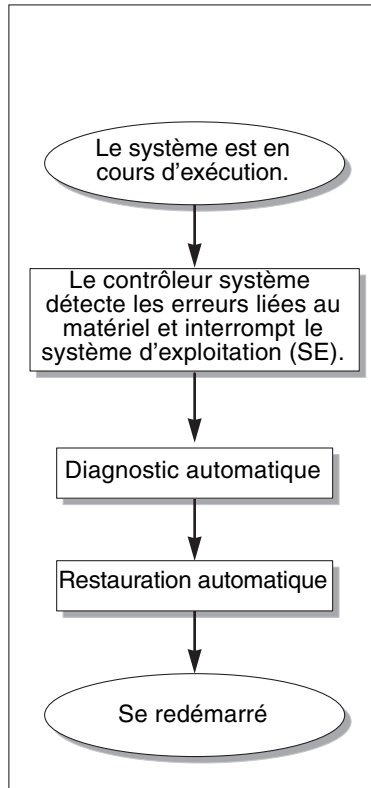

FIGURE 7-1 Procédure de diagnostic et de reprise automatiques
Selon le type des erreurs matérielles et les contrôles de diagnostic fixés, le contrôleur système effectue des étapes de diagnostic et de reprise précises, comme indiqué dans la FIGURE 7-1. Le microprogramme comporte un moteur de *diagnostic automatique* (AD), qui détecte et identifie les erreurs liées au matériel ayant un impact sur la disponibilité du système.
Le résumé ci-dessous décrit le processus illustré par la FIGURE 7-1: